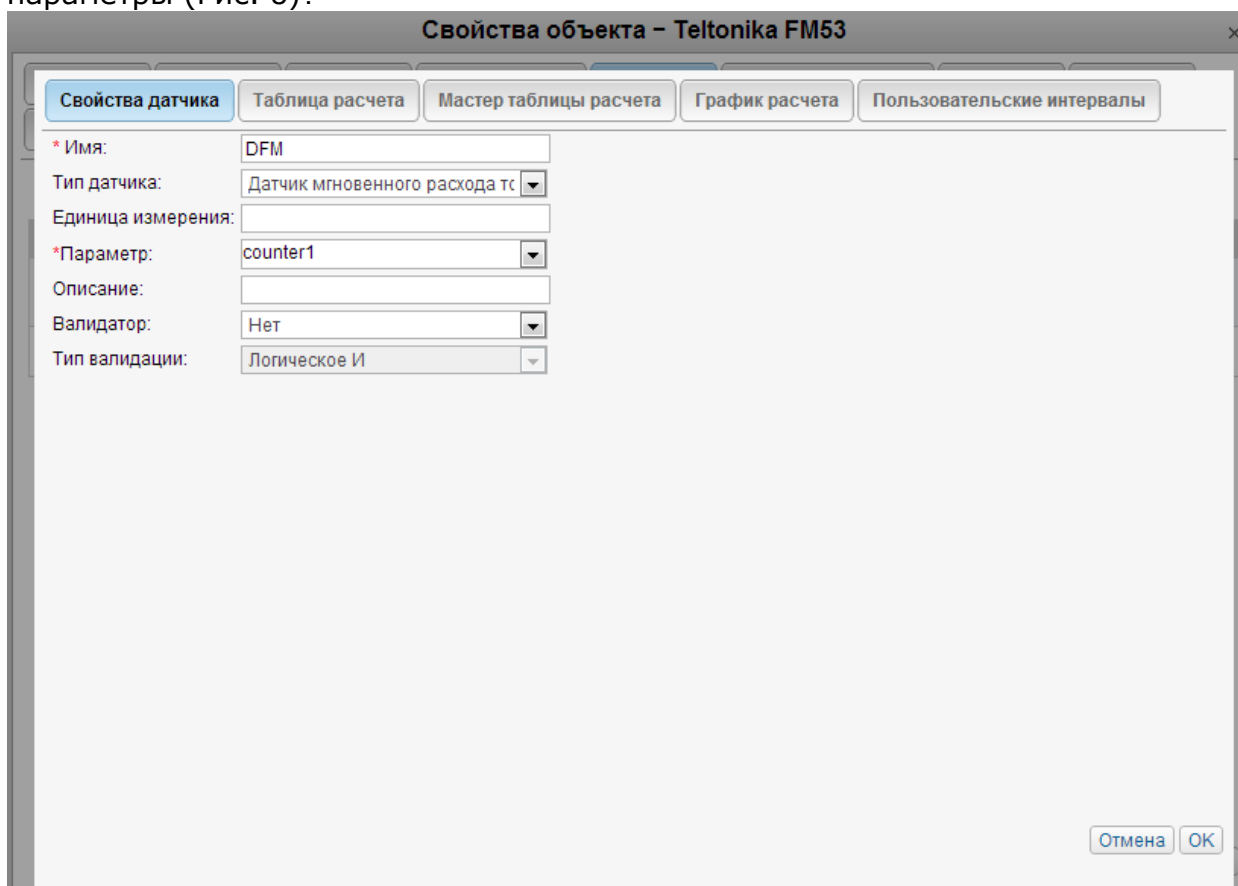

Рисунок 5
3.2.1. На вкладке Свойства датчика, создать датчик и назначить его параметры (Рис. 5):